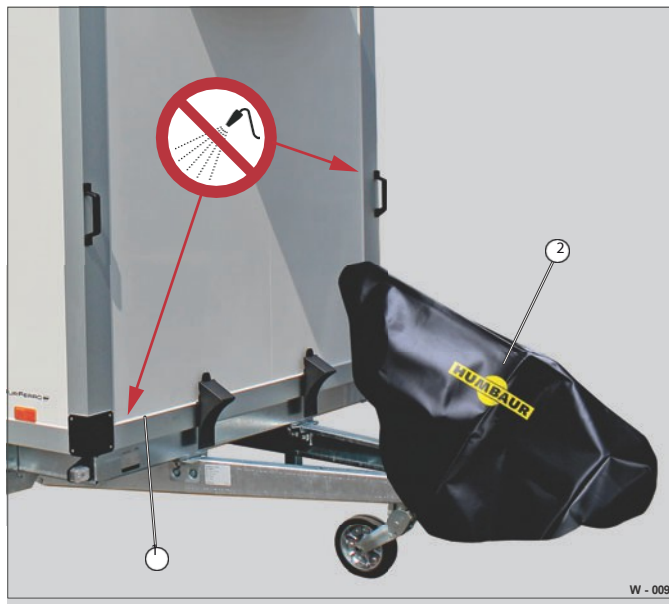

Fig. 18 Limpeza dos painéis sandwich PurFerro
- ▶ Cobrir os componentes de segurança do dispositivo de transbordo, por exemplo, com uma tampa (Fig. 18/2).